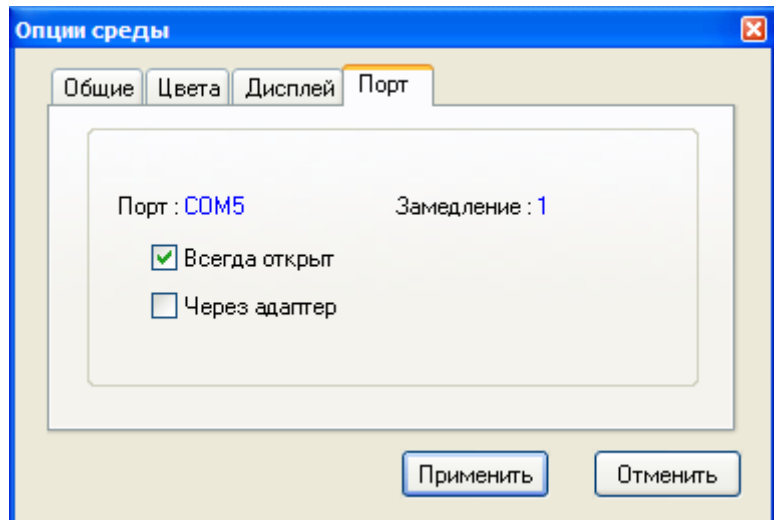

Рис. 5.1
8. Настроить программу Algorithm Builder для работы с данным СОМ портом ОПЦИИ-ОПЦИИ СРЕДЫ-ПОРТ рис. 5.1.